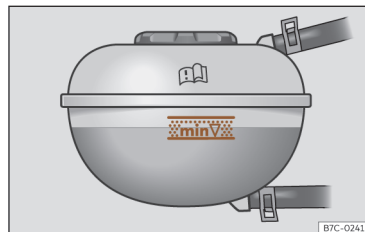

Fig. 222 No compartimento dianteiro:
• Com o motor a frio, verifique o nível do líquido de refrigeração nas marcas laterais do depósito de expansão >>> **Fig. 222**. O nível do líquido de refrigeração deverá encontrar-se entre as marcas.
• O nível do líquido de refrigeração deve encontrar-se dentro das marcas gravadas no depósito de expansão >>> **Fig. 222**. **Nunca exceda o limite superior da zona assinalada** >>> ⚠.
- Ao adicionar líquido de refrigeração, não exceda a borda superior da zona assinalada >>> Fig. 222. Caso contrário, quando a temperatura sobe, o líquido restante será expulso do sistema de refrigeração do motor e pode causar danos.